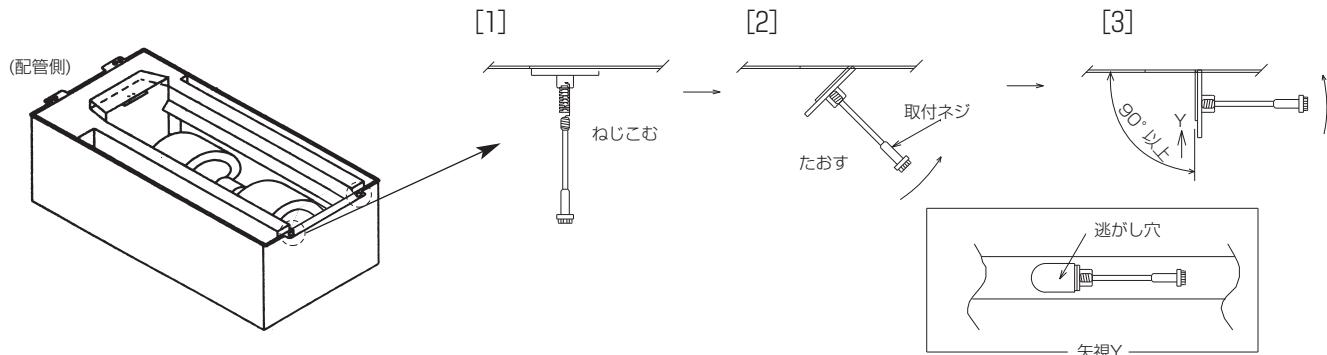

図3 ネジ座の折り曲げ作業要領図
- ・本体4カ所のパネル取付ネジ座を図3に示すように折り曲げて、パネル取付ネジの逃がし穴を設けてください。(付属のパネル取付ネジを使用するときの例を示します。)